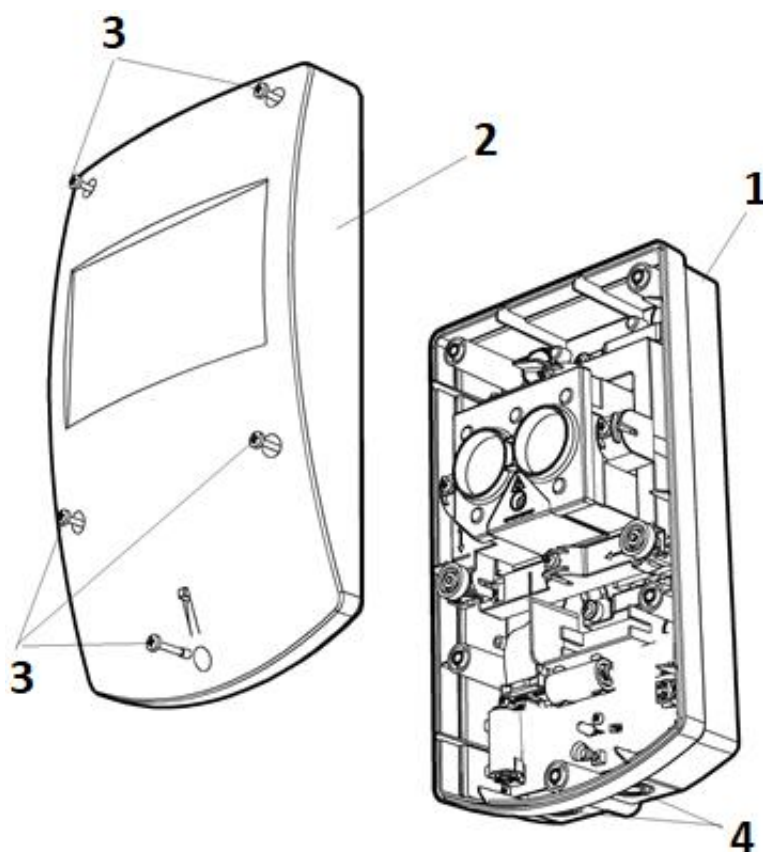
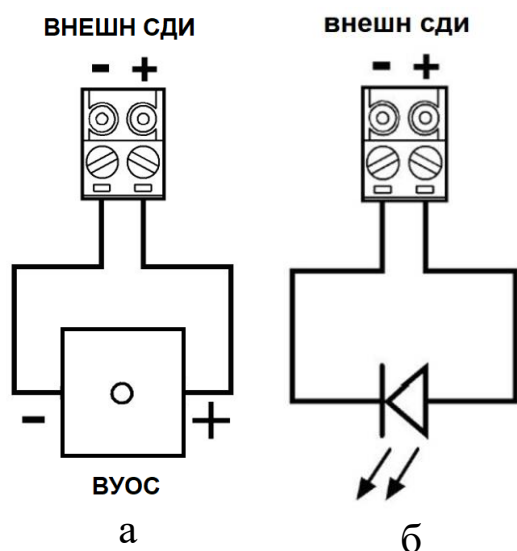
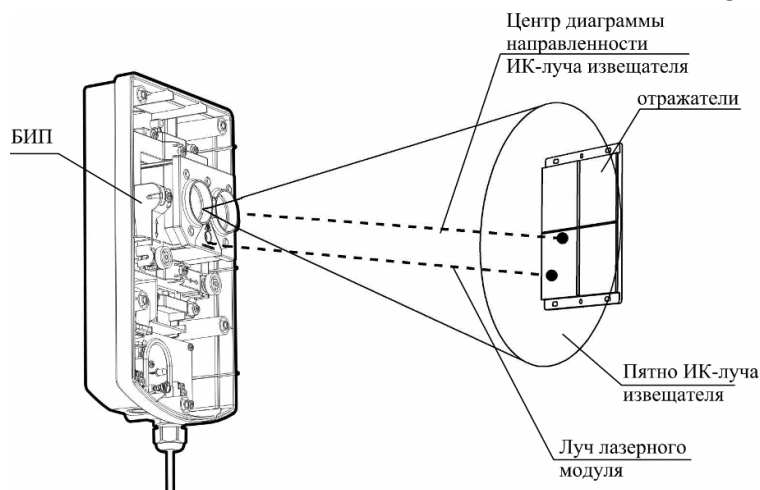

Рис.1
Рис. 4
Рис. 5
Вид БИП со снятой крышкой показан на рис.1:
- изъять (временно) заглушки для крепления корпуса (9, рис.1);
- закрепить основание (1, рис.1);
- при использовании внешнего индикатора подсоединить провод с индикатором (с соблюдением полярности) к разъему ВНЕШН СДИ (15, рис.1) через герметичный ввод, установленный в выламываемое отверстие (4, рис.1).
При использовании выносного устройства оптической сигнализации (ВУОС) подсоединить провод с индикатором (с соблюдением полярности) к разъему ВНЕШН СДИ (15, рис.1) через герметичный ввод, установленный в выламываемое отверстие (4, рис.1). В качестве ВУОС рекомендуется использовать ВУОС-31, ВУОС-01, УКШ-01 (или другие с аналогичными электрическими характеристиками) (рис. 4а), либо другой световой индикатор, например светодиод (типа АЛ307, или аналогичного типа) (рис. 4б).
6.2. Для включения лазерного модуля необходимо перевести переключатель "ЛАЗЕР" (13 рис.1) в положение ON. Процесс настройки сводится к совмещению пятна луча лазерного модуля с отражателями (см. рис.5) с помощью ручек юстировки оптической системы по углу горизонтали (6 рис.1) и вертикали (7 рис.1).
6.4. Для перехода в рабочий режим необходимо перевести переключатель "ЛАЗЕР" (10 рис. 1) в положение, обратное ON. Должен загореться зеленый СДИ на время 10с. Необходимо закрыть крышку БИП пока горит зелёный СДИ.